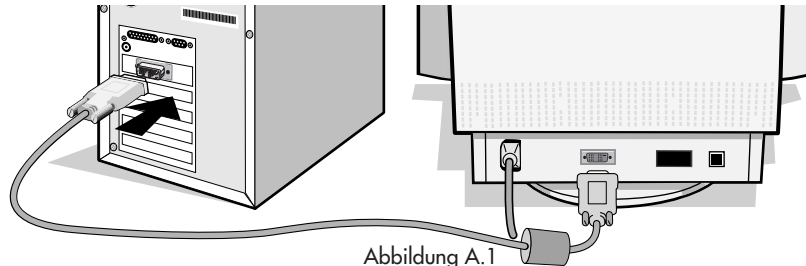

Abbildung A.1
2. Für PC mit DVI-Digitalausgang: Den DVI-D an DVI-D des geeigneten Signalkabels an die Buchse der Displaykarte Ihres Systems anschließen (**Abbildung A.1**). Alle Schrauben festziehen.